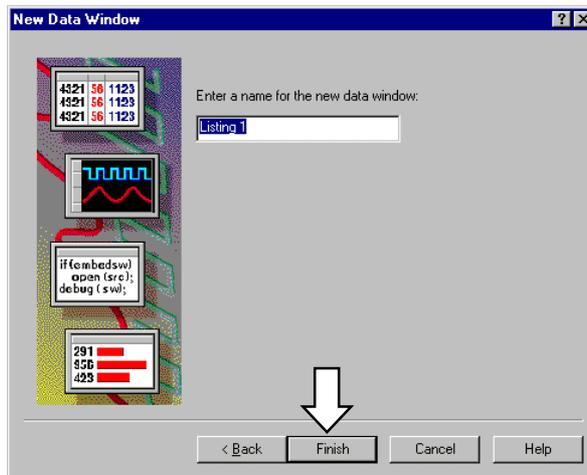

図 2-42 : データ・ウィンドウの名前を定義するためのダイアログ・ボックス
4. 図 2-42 のようなダイアログ・ボックスが現れるので、必要に応じてデータ・ウィンドウの名前を入力し<Finish>ボタンをクリックし、[New Data Window]ウィザードを終了します。